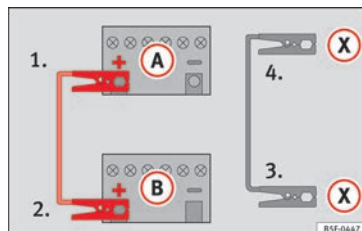

Fig. 164 Schema elettrico per i veicoli dotati di sistema Start-Stop.
- **Nei veicoli con sistema Start-Stop:** collegare un'estremità del cavo **nero** di emergenza **X** a un elemento metallico massiccio avvitato al monoblocco del motore o al monoblocco stesso » **fig. 164**.